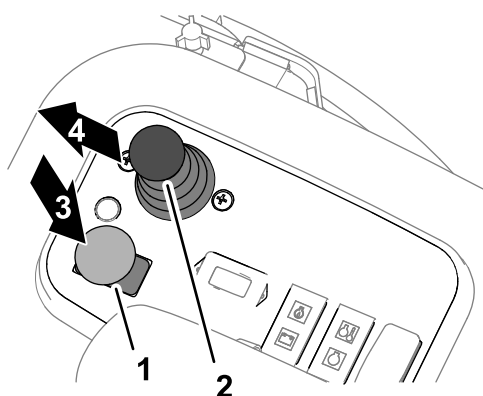

Figure 35
- Placez la commande des unités de coupe en position DÉSENGAGÉE (Figure 35).
- Utilisez le levier multifonction pour abaisser les unités de coupe (Figure 35).